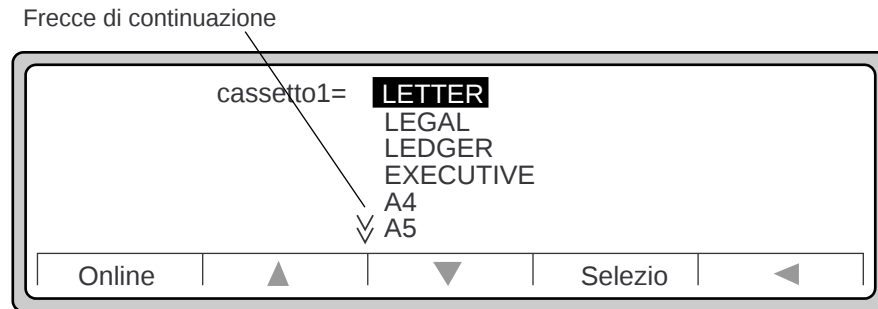

Figura 3-15 Selezioni del formato della carta
3. Premere ► per ottenere un elenco di formati della carta per questo cassetto, come mostrato nella Figura 3-15.